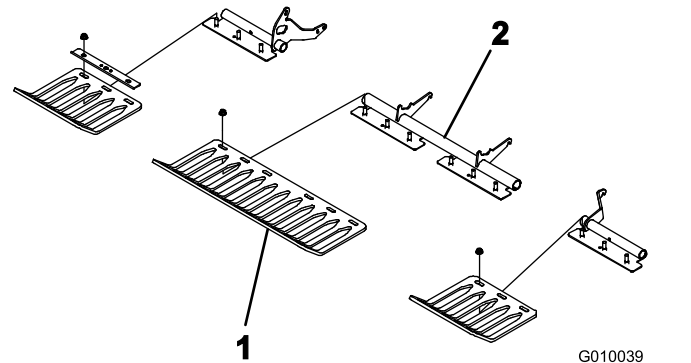

Рисунок 23
- Свободно установите травоотбойники на кронштейны с помощью 4 зажимов и 12 гаек с фланцем (Рисунок 23). Не затягивайте детали крепления.
**Примечание:** Зажимы травоотбойников и гайки с фланцем поставляются с завода-изготовителя прикрепленными к кронштейнам травоотбойников (Рисунок 23).